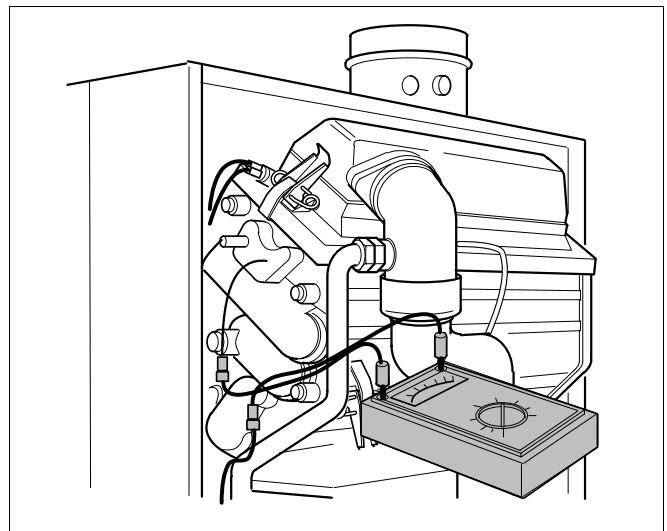

Fig. 32 Misurazione della corrente di ionizzazione
Misurazione della corrente di ionizzazione (fig. 32)
- Misurare la corrente di ionizzazione (fig. 32). La corrente di ionizzazione deve essere $> 2 \mu\text{A}$ in corrente continua.